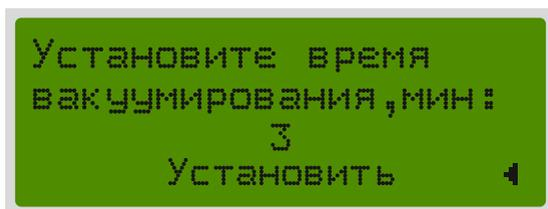

Рисунок 7 – Настройка времени вакуумирования
9. Выберите пункт «Т вакуумирования» для настройки продолжительности вакуумирования СИ (рис. 7). Используйте кнопки ▲ и ▼ для изменения продолжительности. Минимальное время вакуумирования — 1 минута, максимальное — 10 минут. Подтвердите выбор нажатием кнопки ► . От времени вакуумирования зависит полнота заполнения СИ промывочной жидкостью. Большее время вакуумирования позволяет создать более глубокое разрежение внутри очищаемого СИ и избежать воздушных пробок при заполнении промывочной жидкостью, но увеличивает общее время очистки. Рекомендуется увеличить время вакуумирования при очистке СИ с большим внутренним объемом.